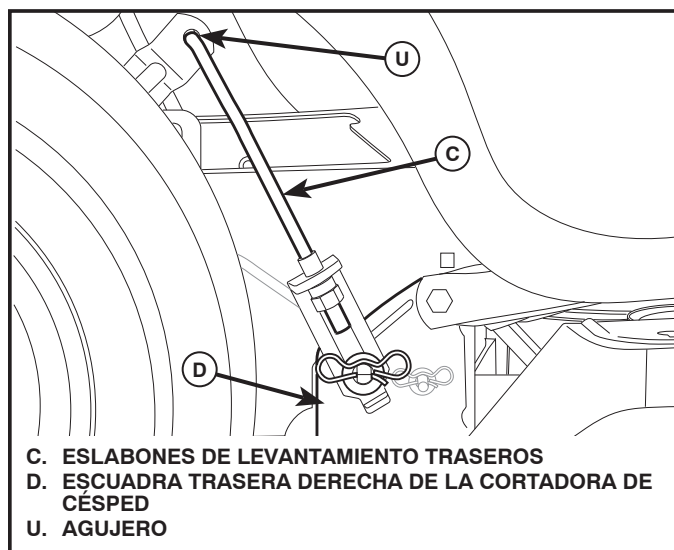

Fig. 32
7. INSTALE LOS ESLABONES DE LEVANTAMIENTO TRASEROS (C) (Vea Fig. 32)
- Inserte el extremo de varilla del eslabón de levantamiento trasero (C) dentro del agujero (U) en el brazo de suspensión del eje de levantamiento del tractor y haga oscilar el eslabón hacia abajo hacia la cortadora de césped.
- Levante la esquina trasera de la cortadora de césped y ubique la ranura en el conjunto de eslabones sobre la chaveta en la escuadra trasera de la cortadora (D); asegure con una arandela grande y un resorte de retención grande.